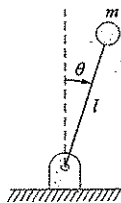

FIGURA P23.15
23.15 Considere uma haste fina de comprimento l se movendo no plano xy , como mostra a Figura P23.15. A haste está fixada por um pinô em uma extremidade e existe uma massa na outra. Observe que $g = 9,81$ m/s² e $l = 0,5$ m. Esse sistema pode ser resolvido por meio de